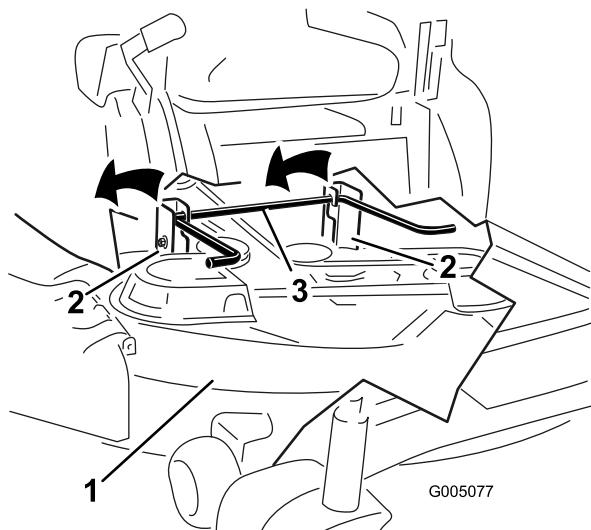

Figura 71
7. Levante a plataforma de corte e os suportes de suspensão afastando da haste de elevação traseira e baixe o cortador cuidadosamente até ao chão (Figura 71).
- Levante parte de trás da plataforma de corte e oriente os suportes de suspensão por cima da haste de elevação traseira (Figura 71).